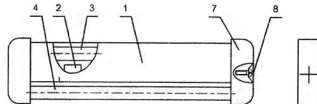

Рис. 1. Общий вид облучателя
- 6.3. Проверить работу облучателя до его монтажа в следующей последовательности (см. рис. 1):
- открутить винты (8), снять боковины (7);
- установить стартеры (2), для чего необходимо вставить их в патроны и повернуть по часовой стрелке до упора;
- установить лампы (3), (4), для чего необходимо одновременно завести контакты лампы в патроны и зафиксировать их;
- установить боковины (7) и закрепить винтами (8).